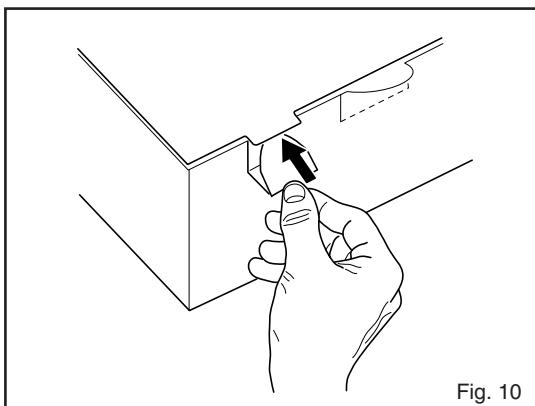

Fig. 10
- c) Introduisez la languette dans la fissure avec ses extrémités pointues repliées (elles doivent paraître vers le bas - fig. 10).